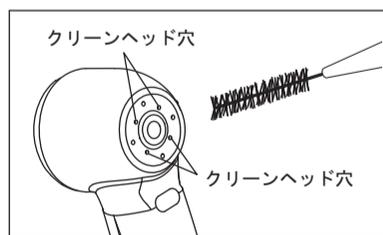

図5
- 2) クリーンヘッド穴まわりの汚れを落とします(図5)。